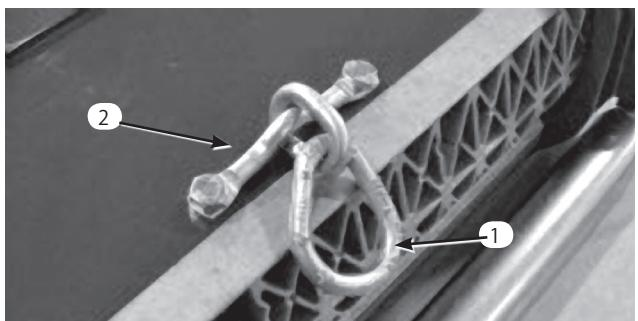

図3
- カッティングユニットの上面にチェーン・リンクを取り付けブラケットとキャップスクリュ (2本) で取り付け、キャップスクリュをにトルク締め($34-40 \text{ } \square \cdot \text{m} = 3.5 \text{~} 4.0 \text{ kg.m}$)します。大きいほうのリンクがトラクションユニット側になります (図3)。